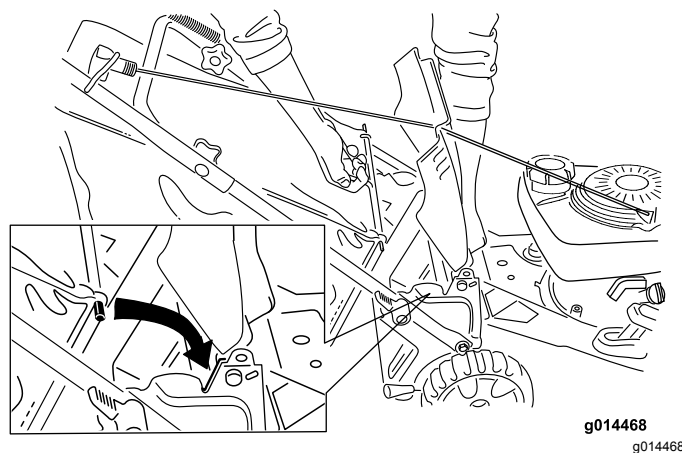

Figura 17
2. Mantenete sollevato il deflettore posteriore, agganciate il cesto di raccolta nelle apposite tacche e abbassate il deflettore posteriore (Figura 17).